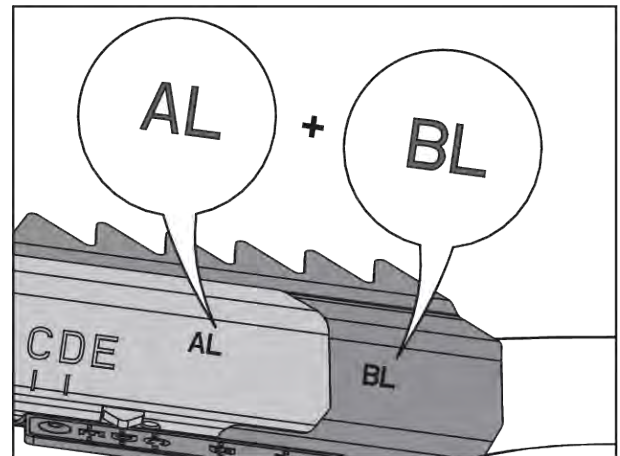

Fig. 79: Spredevingekombinasjon
- Se Fig. 79 Spredevingekombinasjon